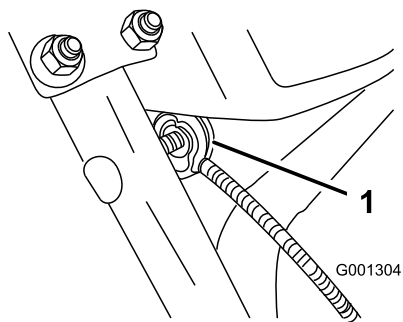

Figura 7
3. Togliete il dado e la rondella dalla stegola, attaccate alla stegola il serrafile presente sul cavo, montate il dado e la rondella e serrate a mano il dado (Figura 7).